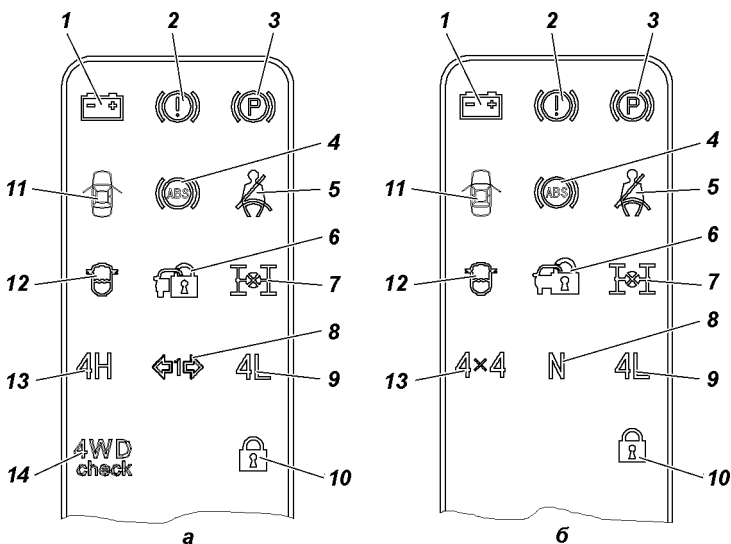

Рис. 3.6. Блок сигнализаторов (наименование позиций см. в тексте):
**3 -блок сигнализаторов** (изображен на рис. 3.6)
На рис. 3.6 изображен блок сигнализаторов.
Состояние "включено" - иммобилайзер блокирует пуск двигателя. При этом сигнализатор б (см. рис. 3.6) включения иммобилайзера включен постоянно.